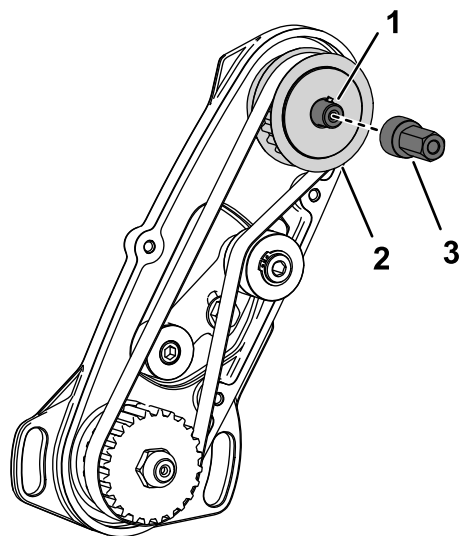

Рисунок 5
8. Установите ступицу привода заточки обратным вращением на вал привода барабана (Рисунок 5).